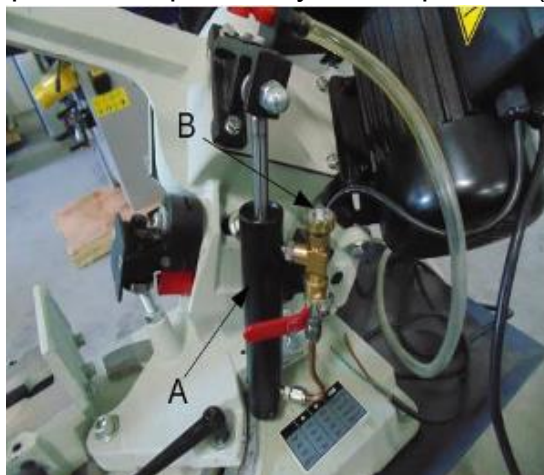

Рис. 13
1. К рычагу пилы прикреплен регулируемый гидравлический цилиндр (А на рис. 13).
2. В верхней части гидравлического цилиндра находится клапан (В на рис. 13). Клапан позволяет регулировать скорость опускания рычага (скорость подачи).